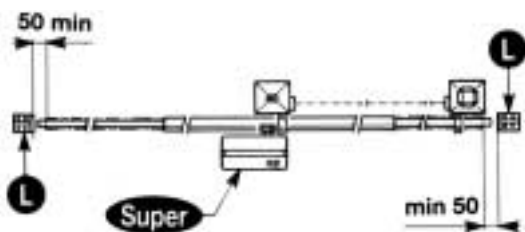

Fig. 2
- Además de los finales de carrera presentes en la unidad, es necesario, que en cada una de las dos posiciones extremas del recorrido haya un seguro mecánico fijo que pare la cancela en caso de mal funcionamiento del final de carrera. Con este objetivo el seguro mecánico tiene que ser dimensionado para poder resistir el empuje estático del motor más la energía cinética de la cancela (12) (Fig. 2).